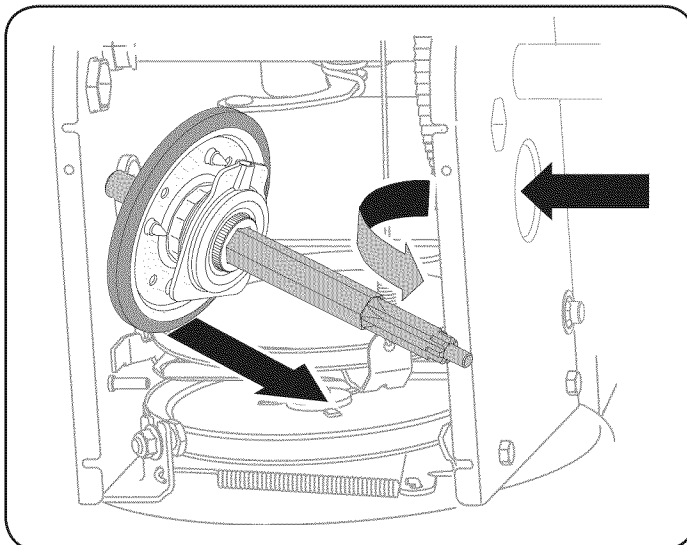

Figura 35
7. Con cuidado, ubique el eje hexagonal hacia abajo y hacia la izquierda antes de deslizar con precaución el montaje de la rueda de fricción fuera del eje. Vea la figura 35.